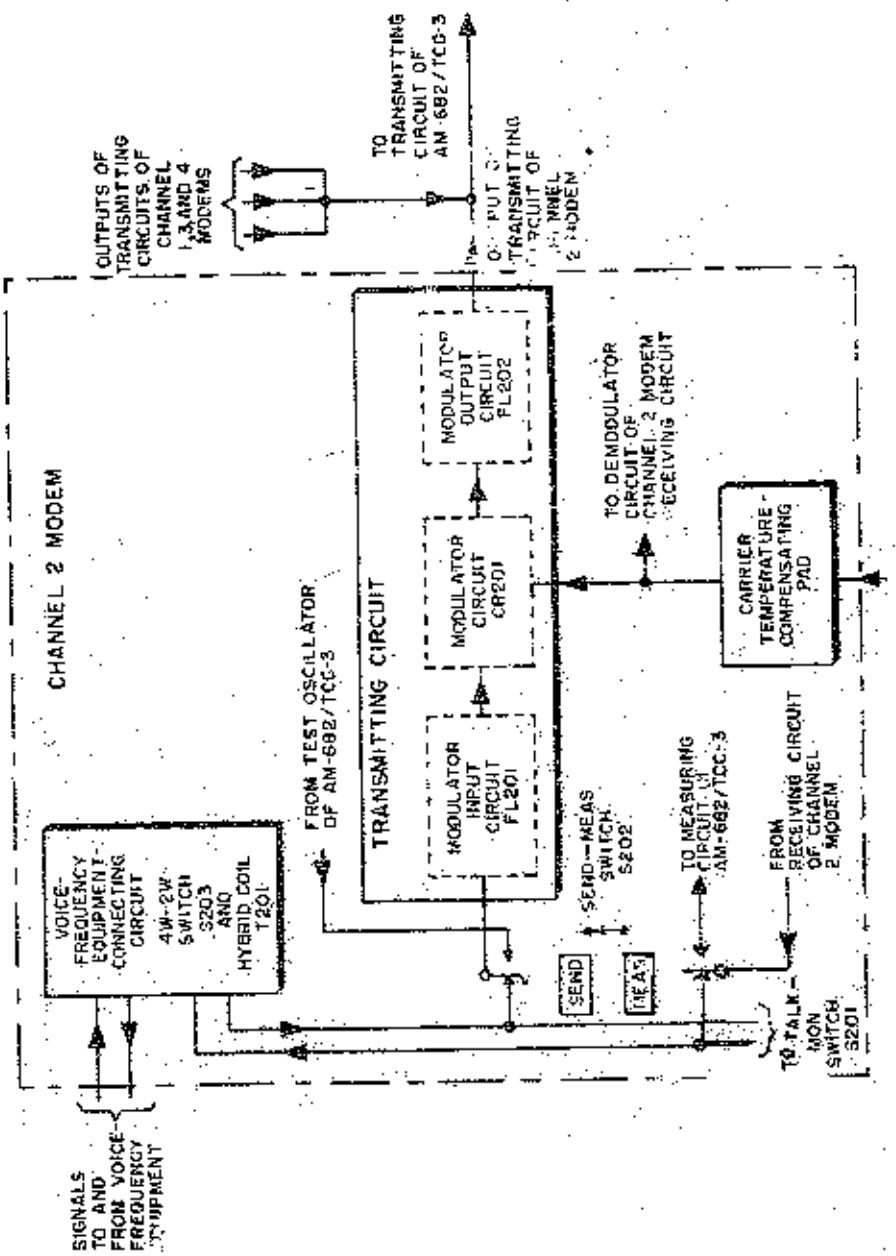

Fig. 9 Schema a blocchi del ramo trasmittente del 2° canale.
a) Schema a blocchi dei circuiti d'ingresso (lato utente) (fig.9)
b) Schema a blocchi del modulatore. (fig.9)